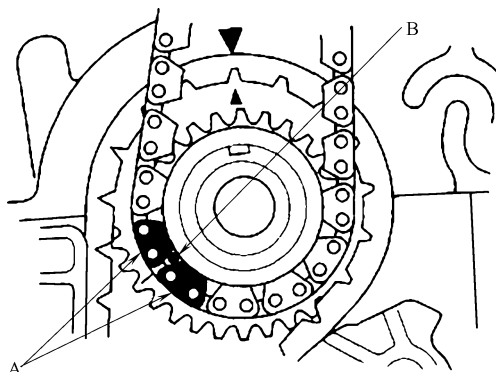

图 23-135 正时链条上的两个标有颜色的链节的中央部分 A 与曲轴链轮上的标记 B 对齐
5) 按照图 23-135 所示, 把正时链条安装到曲轴链轮上, 使正时链条上的两个标有颜色的链节的中央部分 A 与曲轴链轮上的标记 B 对齐。